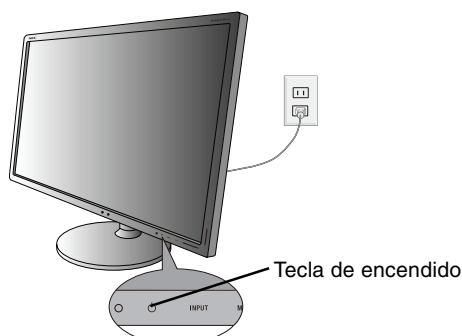

Figura C.1
7. Conecte el cable de alimentación a la toma de corriente (**figura C.1**).
8. Encienda el monitor y el ordenador con la tecla de encendido (**figura C.1**).